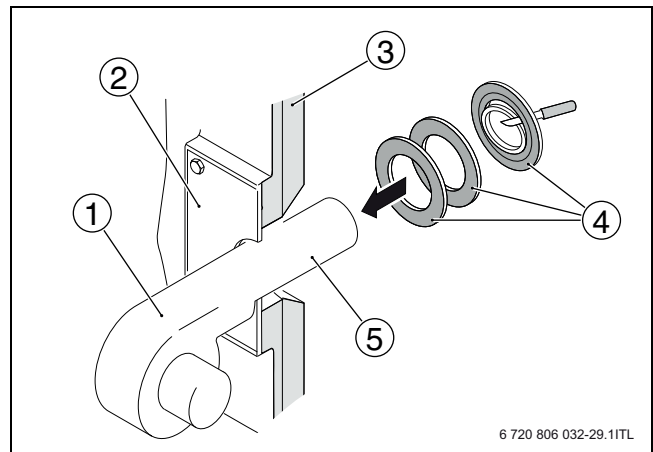

Fig. 21 Montarea arzătorului
- Înșurubați arzătorul (→ fig. 21, [1]) pe placa arzătorului [2].